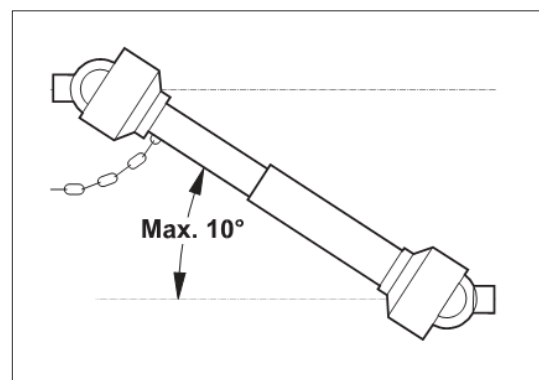

図 4
- 12) PTO シャフトが大きく傾く（決して  $10^{\circ}$  を超えてはいない）場合(図 4)、もう使用しない場合は必ず PTO を外してください。